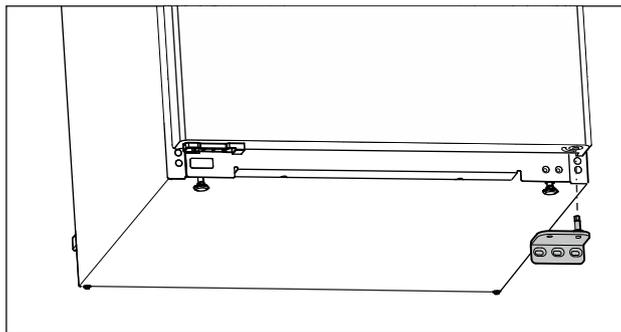

Fig. 12
- ▶ Rimuovere il blocco di supporto verso il basso. (vedere Fig. 12)